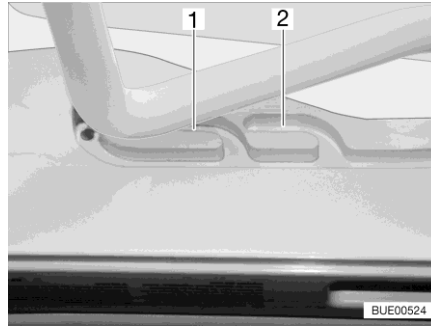
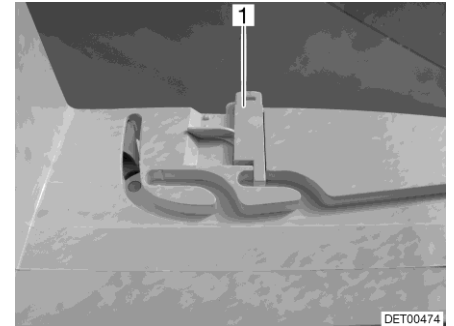

Bild 82 Führung (Lüftungsstellung)
Bild 83 Verriegelung (Lüftungsstellung)
Die Heki-Dachhaube kann in zwei Lüftungsstellungen gebracht werden: Schlechtwetterstellung (Bild 82,1) und Mittelstellung (Bild 82,2). Je nach Modell kann die Dachhaube in der Mittelstellung mit den beiden Riegeln (Bild 83,1) links und rechts am Rahmen der Dachhaube verriegelt werden.
- Den Bügel leicht nach oben drücken und in die gewählte Führung (Bild 82,1 oder 2) schieben und ggf. verriegeln.